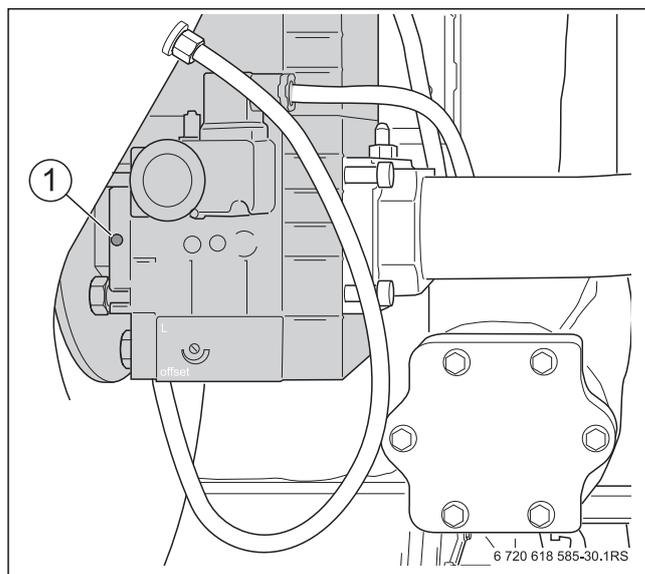

Рис. 32 Проверка содержания CO2 при полной нагрузке
- При содержании CO2 меньше 8,5 % или больше 9,6 % установите регулировочным винтом большой нагрузки 9,1 % (→ рис. 32).